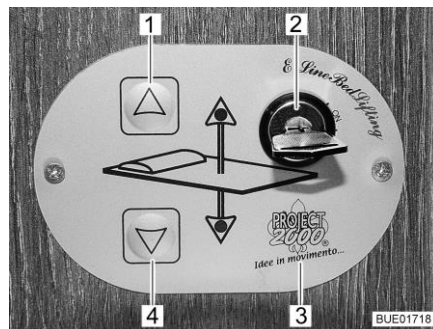

Bild 50 Bedienteil
- Bedienteil** Mit den Tasten (Bild 50,1 und 4) auf dem Bedienteil (Bild 50,3) wird das Hubbett abgesenkt oder angehoben. Mit dem Schlüsselschalter (Bild 50,2) wird das Bedienteil gegen unbefugte Benutzung gesichert. Das Hubbett ist in der Höhe stufenlos einstellbar.
- Schlüssel im Schlüsselschalter (Bild 50,2) um 90° im Uhrzeigersinn auf Stellung "On" drehen. Das Bedienteil (Bild 50,3) ist aktiviert.
- Pfeiltaste (Bild 50,4) drücken und so lange gedrückt halten, bis das Hubbett in die gewünschte Position nach unten gefahren ist.
- Pfeiltaste (Bild 50,1) drücken und so lange gedrückt halten, bis das Hubbett in die Endstellung nach oben gefahren ist.
**Notbetrieb** Wenn sich das Hubbett mit den Pfeiltasten (Bild 50,1 und 4) nicht mehr bewegen lässt, zuerst die Sicherungen prüfen (siehe Abschnitt 8.9.1). Wenn die Sicherungen in Ordnung sind und sich das Hubbett trotzdem nicht bewegen lässt, kann das Hubbett manuell im Notbetrieb bedient werden.